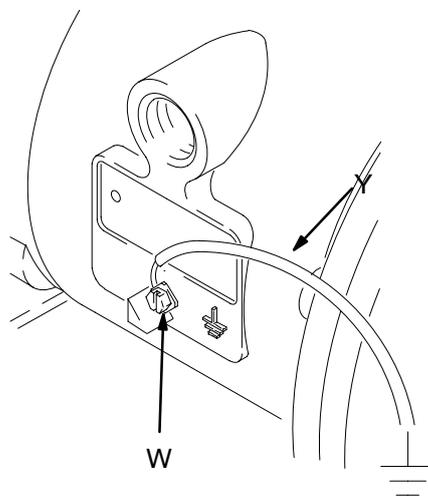

Рис. 1
Полипропилен и PVDF **не** проводят электрический ток. При присоединении провода заземления к заземляющей клемме заземляется только пневматический двигатель. При перекачивании токопроводящих легковоспламеняемых жидкостей **всегда** заземляйте всю гидравлическую систему, обеспечивая электрический путь к фактическому грунтовому заземлению. См. рис. 1.
- **Насос.** Подсоедините провод и зажим заземления согласно рис. 1. Ослабьте винт (W) заземления. Вставьте один конец провода (Y) заземления, сечение которого должно составлять не менее $1,5 \text{ мм}^2$ (12 ga), за винт заземления и надежно затяните винт. Подсоедините конец заземляющего провода с зажимом к фактическому грунтовому заземлению. Заказывайте деталь № 237569, провод и зажим заземления.